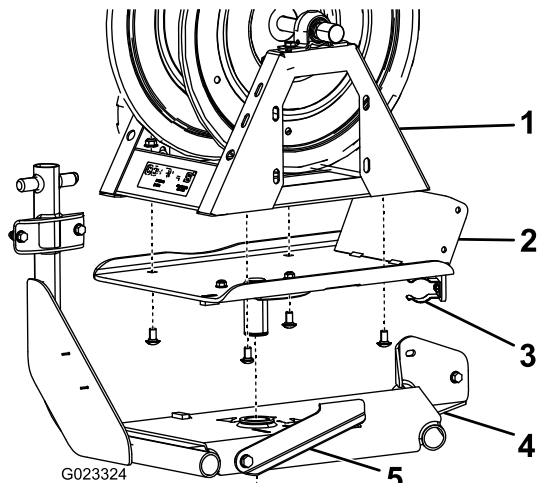

図 6
2. スイベルプレートを手スリールの底部に取り付けるキャリッジボルト4本とフランジナット3/8 インチ4個を使用する図 6。
3. スイベルプレートを、ホースリール・フレームの穴に落とす図 6。